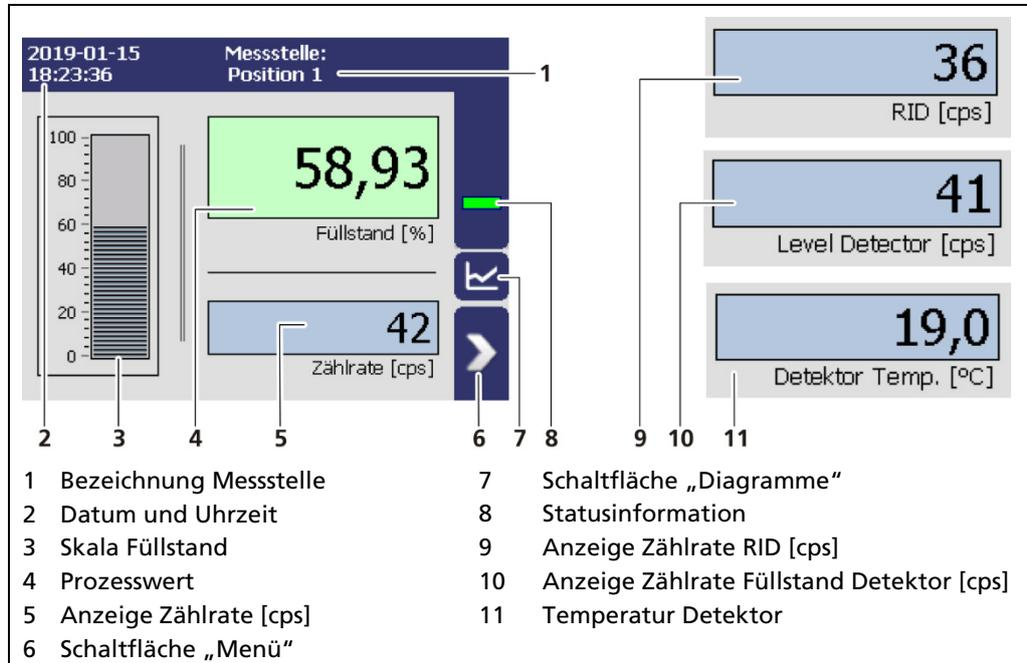
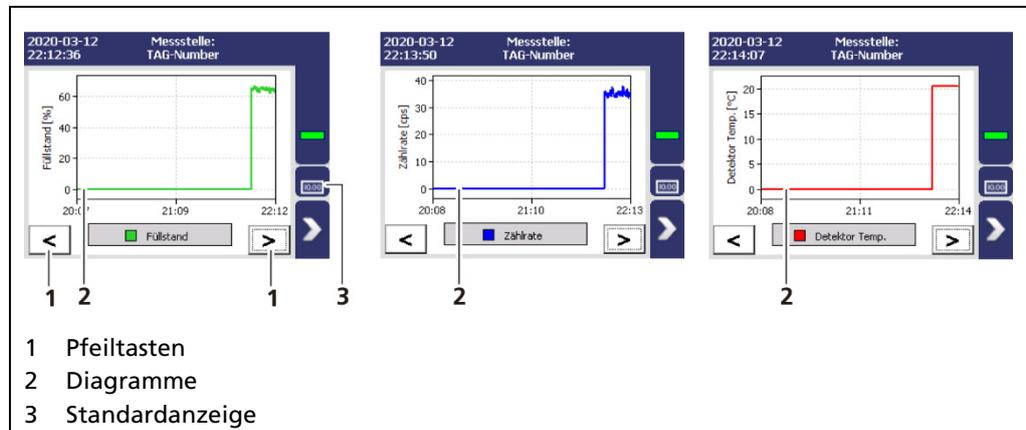
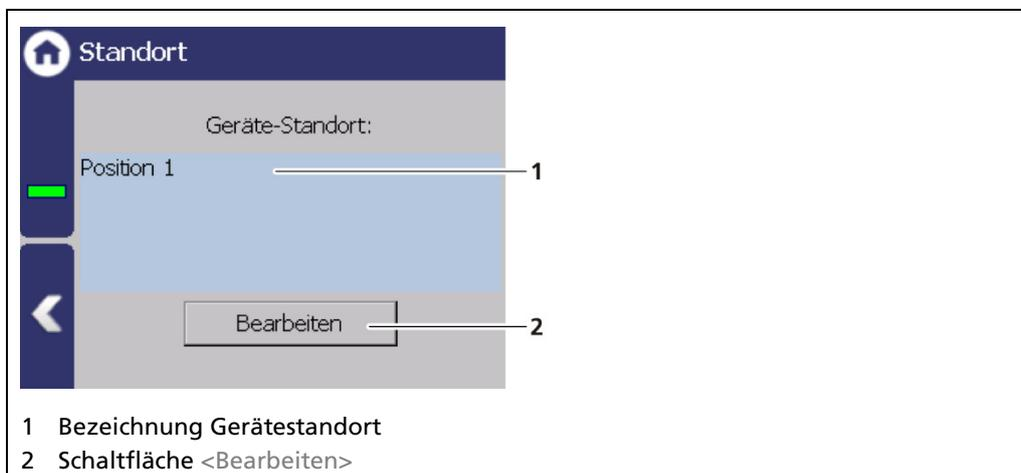

Abb. 26 Standardanzeige der AWE
Abb. 28 Diagrammanzeige der AWE
Abb. 34 Gerätestandort
Durch Anklicken des Diagramm-Symbols (Abb. 26, Pos. 5) wechselt die Ansicht in die Diagrammanzeige. Mit den Pfeiltasten (Abb. 28, Pos.1) kann zwischen den Diagrammen Füllstand – Zählrate – Detektortemperatur gewechselt werden.
Durch Anklicken des Anzeigesymbols (Abb. 28, Pos.3) wechselt die Ansicht zur Standardanzeige.
Im Menü Standort wird der Standort der Auswerteeinheit angezeigt (Abb. 34, Pos. 1). Die Bezeichnung kann nur in der Zugangsebene „Standard“ und „Admin“ bearbeitet (7.2 Zugang) werden. Der Standort wird auf der Standard-Anzeige (Abb. 26, Pos.1) eingeblendet.
1. Klicken Sie <Bearbeiten> (Abb. 34, Pos.2), um das Eingabefeld zu öffnen.